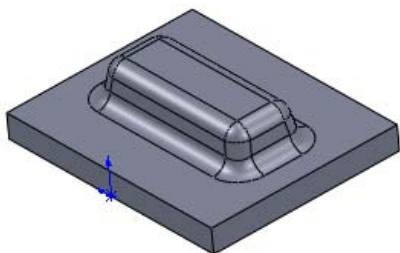
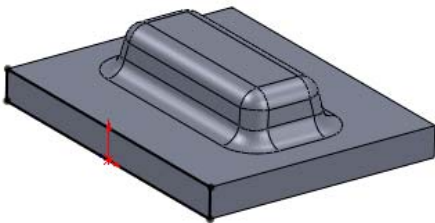

图 8-20 生成圆角特征
图 8-21 转换实体引用
示, 然后单击“确定”按钮, 结果如图 8-20 所示。
(6) 单击图 8-20 中矩形实体的一个侧面, 单击“草图”工具栏中的“草图绘制”按钮, 然后单击“草图”工具栏中的“转换实体引用”按钮, 或执行“工具”→“草图绘制工具”→“转换实体引用”菜单命令, 生成的结果如图 8-21 所示。